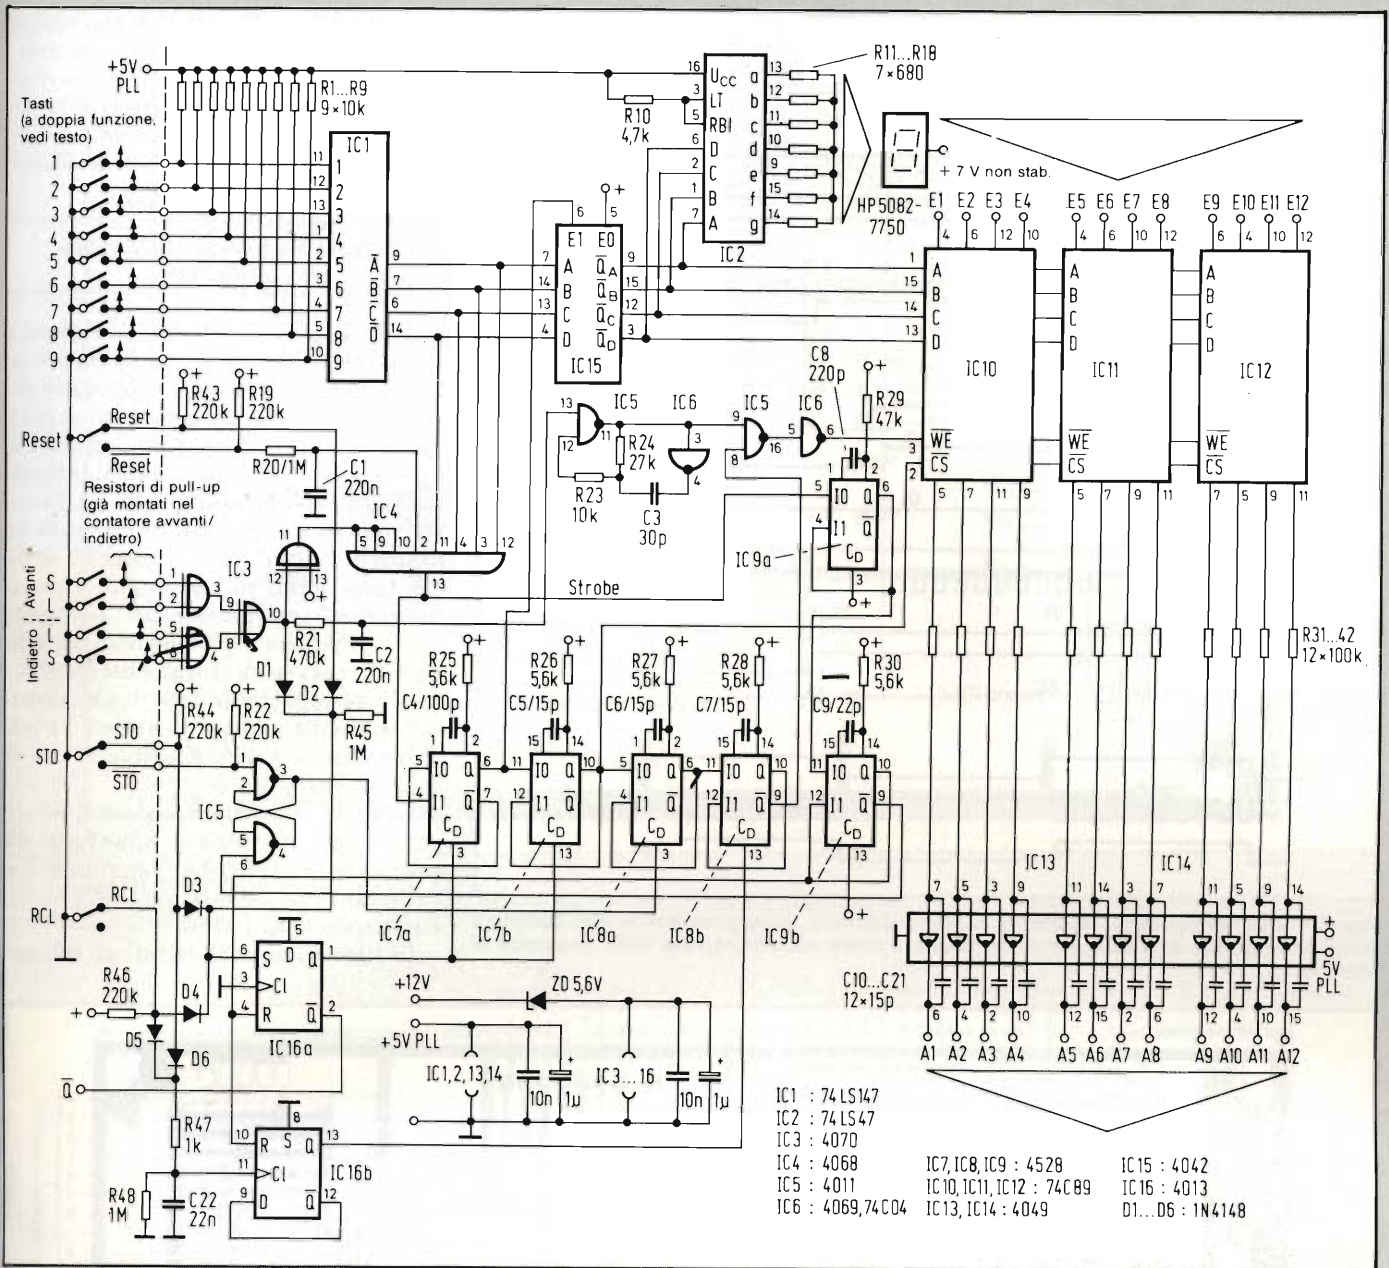

Fig. 2 - Schema completo del circuito di sintonia memorizzata, con decodificatore degli indirizzi, memoria e memoria dati.
memorizzare un'informazione presente agli ingressi, sarà dapprima necessario premere il tasto STO (figure 2 e 3) e così verranno settati uno dei flip flop di IC5 ed i due flip flop di IC16. In questo modo, tutti gli ingressi "Clear direct" (CD) dei multivibratori monostabili (IC7, IC8) avranno il livello logico "1" ed il circuito lascerà passare un impulso. Azionando ora uno dei tasti numerici corrispondenti alle locazioni di memoria, IC4 riconoscerà una variazione dell'indirizzo ed invierà all'uscita un segnale di "strobe" (impulso di campionatura). All'arrivo dell'impulso proveniente dall'uscita Q di IC7a, la memoria degli indirizzi IC15 rileverà l'indirizzo che verrà anche visualizzato sul display. Dopo un certo ritardo, IC7b emetterà un impulso "chip select" (\overline{CS} = selezione del chip), grazie al quale la memoria verrà messa in grado di rilevare l'indirizzo.